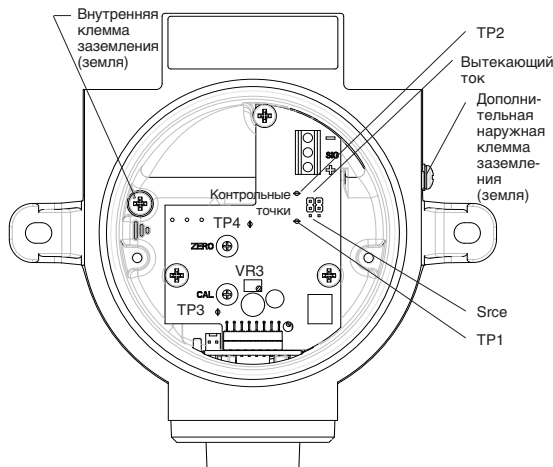

Рис. 14. Компоновка печатной платы детектора **Xgard** типа 6 (показана без защитной панели платы).
Все соединения выполняются с помощью клеммной колодки с винтовыми прижимными клеммами, расположенной на плате в соединительной коробке. На клеммах имеется маркировка '+' и '-'; при подключении детектора к управляющему устройству следует соблюдать полярность. На заводе детектор Xgard типа 6 настраивается как устройство с втекающим током, если при заказе не указывается иное. Для его переналадки в режим источника тока необходимо открыть соединительную коробку и переставить две перемычки на плате усилителя из положения sink (потребитель) в положение source (источник), как показано на рис. 14.
Примечание. Заземление детектора газов Xgard выполняется с помощью встроенной клеммы заземления (см. рис. 14). Внешняя клемма заземления (см. рис. 14) может использоваться только для дополнительного электрического соединения и только если это разрешено или требуется местными органами власти. Для ограничения радиочастотных помех соединительную коробку и оплетку кабеля следует заземлить на панель управления. Заземляющие соединения можно выполнять только в безопасной зоне, при этом следует избегать образования контуров заземления.
5. Перед началом калибровки детектора необходимо привести в равновесие термокондуктометрический чувствительный элемент. Для этого следует снять пластину платы усилителя и подсоединить цифровой вольтметр к контрольным точкам, обозначенным 'TR3' и 'TR4', как показано на рис. 14. При этом на цифровом вольтметре должен быть установлен милливольтный диапазон измерения постоянного напряжения.
6. Подсоединить цифровой вольтметр к контрольным точкам, обозначенным 'TR1' и 'TR2', как показано на рис. 14.